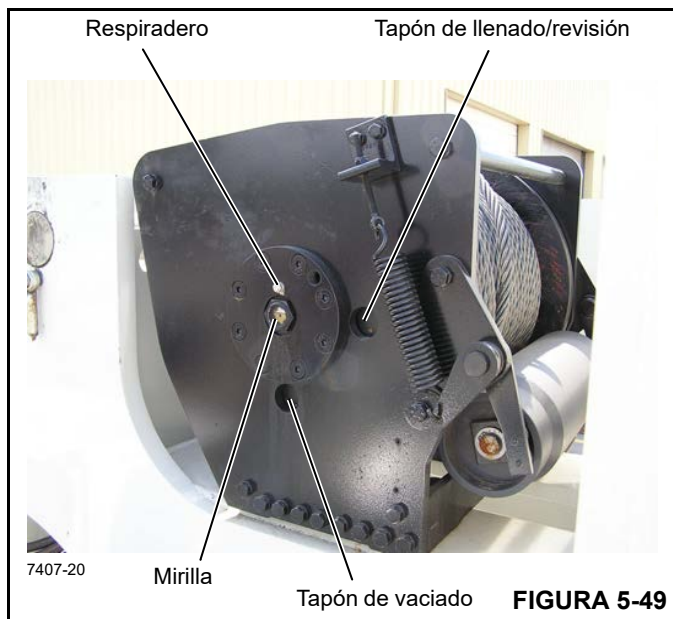

FIGURA 5-49
2. Gire el tambor del malacate hasta que el tapón de vaciado esté visible a través del agujero inferior en la escuadra de montaje lateral (Figura 5-49).
3. Limpie alrededor del respiradero del mecanismo Figura 5-49 y el tapón de llenado/revisión. Retire el respiradero del mecanismo y límpielo con un disolvente adecuado; luego vuelva a instalarlo en el mecanismo.